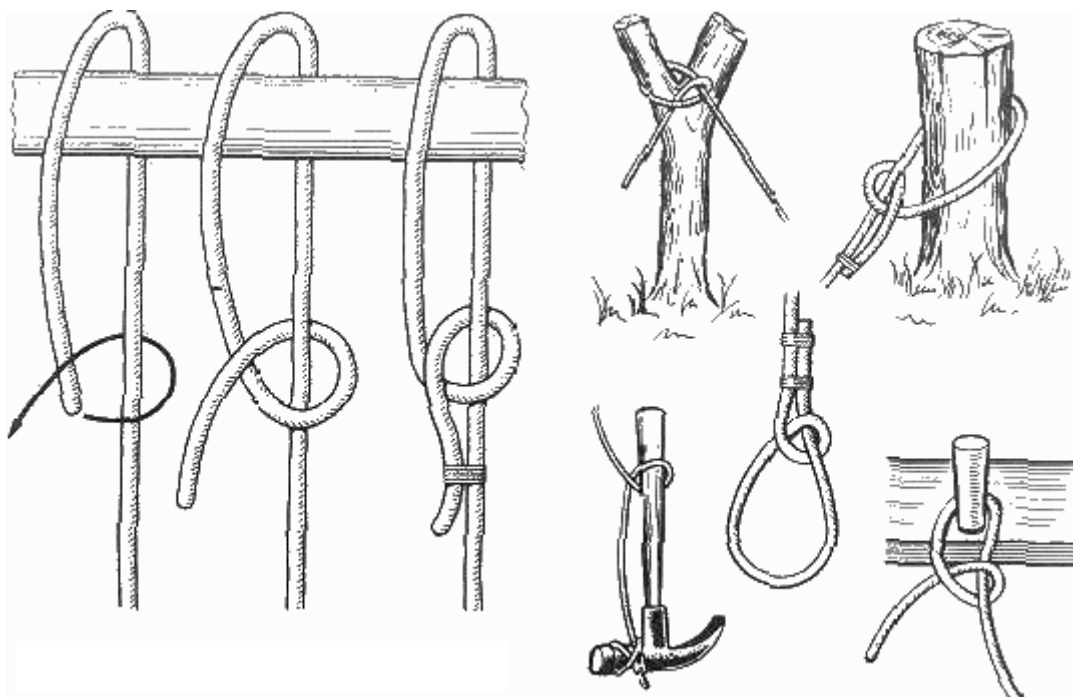

Рис. 9. Простой полуштык
**Простой полуштык** (рис. 9). Простой полуштык, являясь самым простым из незатягивающихся узлов, находит широкое применение в морском деле. Он служит завершающим элементом многих узлов. Ходовой конец троса обнесите вокруг предмета, к которому хотите привязать трос, потом вокруг коренного конца троса и пропустите в образовавшуюся петлю.